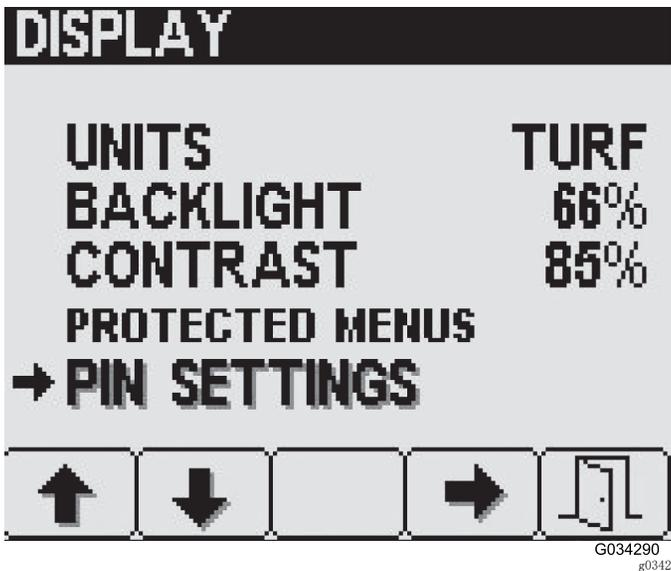

图31
- 在 Display（显示）菜单屏幕，按 2 号按钮导览至 PIN Settings（PIN 设置）选项，然后按 4 号按钮选择 PIN Settings（PIN 设置）（图31）。
1. 在 PIN Settings (PIN 设置) 屏幕, 按 2 号按钮浏览至 PIN Change (PIN 更改) 选项, 然后按 4 号按钮选择 PIN Change (PIN 更改) (图31)。